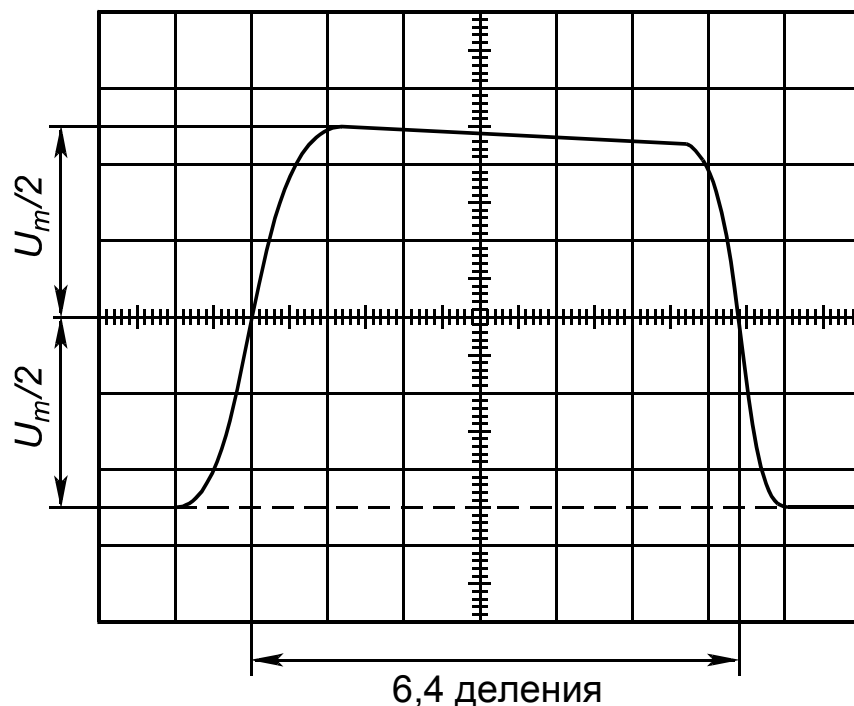

Рис. 9. Измерение длительности между двумя точками сигнала (активной длительности импульса)
– ручкой « \leftrightarrow » переместите изображение сигнала таким образом, чтобы точка, от которой начинается отсчет, совместилась с одной из вертикальных линий в левой стороне экрана (рис. 9);
ПРИМЕР. Расстояние между точками отсчета составляет 6,4 деления (рис. 9); переключатель « время/дел. » установлен в положение « $0,2 \text{ мС}$ », а переключатель « $\times 1$; $\times 0,2$ » – в положение « $\times 1$ ». Длительность сигнала составляет: